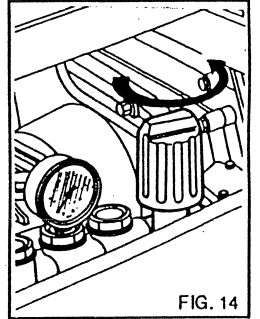

FIG. 14
- 5) Para regular la presión del chorro actuar sobre el regulador de presión (fig. 14).